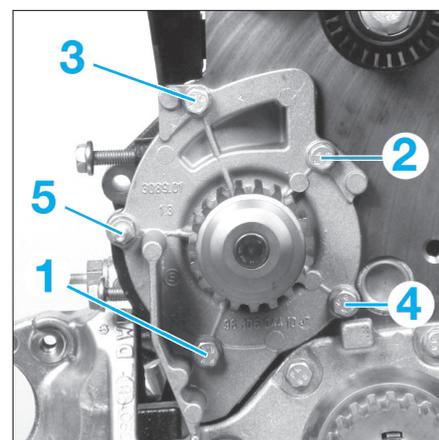

Fig. 19
- Déposer la pompe à eau avec son joint (Fig.19).
- Respecter l'ordre de serrage (Fig.19).